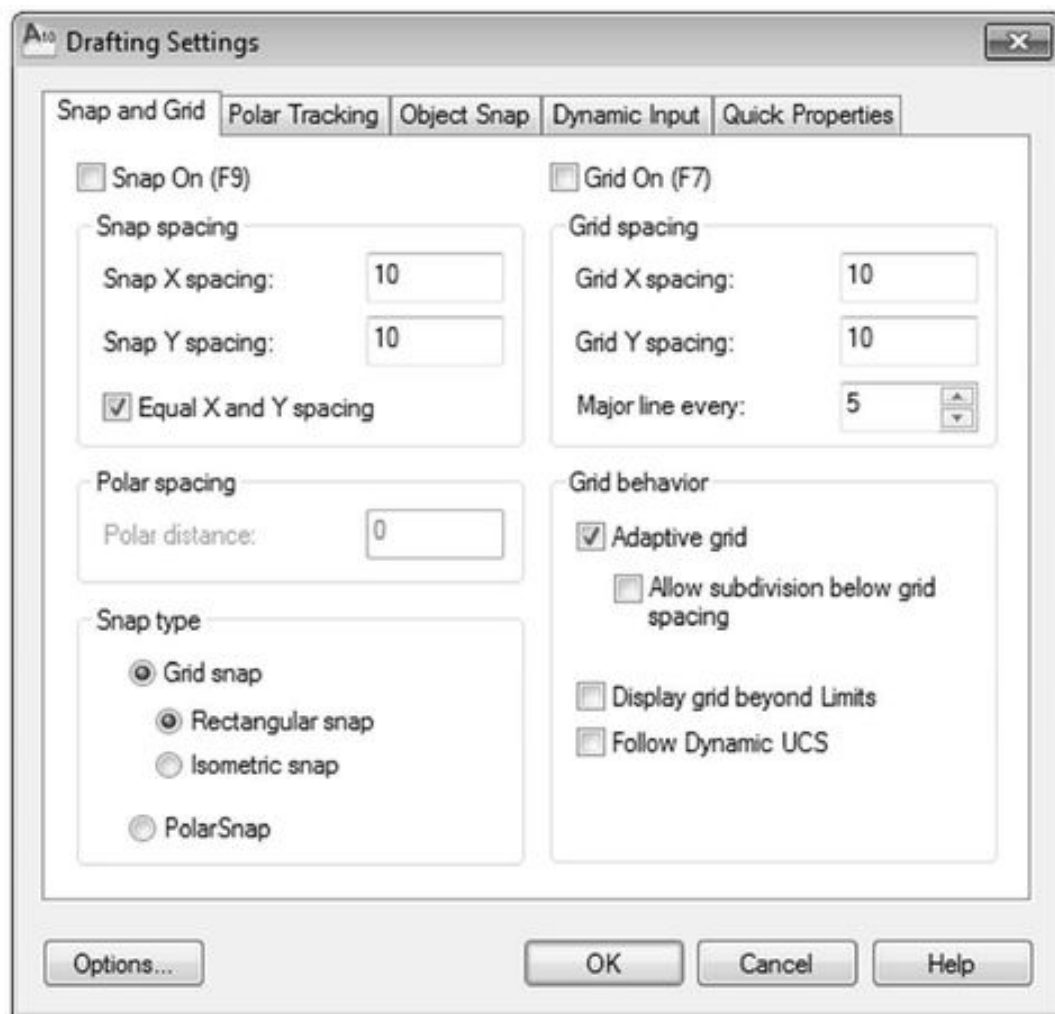

Рис. 3.14. Диалоговое окно настройки режимов привязки
Дискретная привязка обеспечивает строгое позиционирование курсора относительно сетки привязки (*Snap*). Этот режим настраивается на вкладке *Snap and Grid* (*Шаг и сетка*) диалогового окна *Drafting Settings* (*Режимы рисования*) (рис. 3.14). Для вызова этого окна
Шаг вспомогательной сетки устанавливается в разделе *Grid* (*Сетка*). Для этого предназначены поля *Grid X spacing* (*Шаг сетки по X*) и *Grid Y spacing* (*Шаг сетки по Y*) диалогового окна *Drafting Settings* (рис. 3.14).
Чтобы определить шаг привязки к полярным углам, следует открыть диалоговое окно *Drafting Settings (Режимы рисования)* (см. рис. 3.14) на вкладке *Snap and Grid (Шаг и сетка)*. В нижней части этой вкладки находятся поля настройки параметров полярной привязки. Для активизации режима следует включить опцию *PolarSnap (Полярная привязка)* раздела *Snap type (Тип привязки)*, а затем ввести значение в поле *Polar distance (Шаг полярной привязки)*, которое будет автоматически отслеживаться на направляющих. Кроме того, в контекстном
1. Вызвать контекстное меню кнопки *Snap Mode (Шаговая привязка)*, выбрать в нем команду *Settings (Параметры)*, а затем в диалоговом окне *Drafting Settings (Режимы рисования)* в разделе *Snap type & style (Тип и стиль привязки)* (см. рис. 3.14) установить флажок *PolarSnap (Полярная привязка)*.